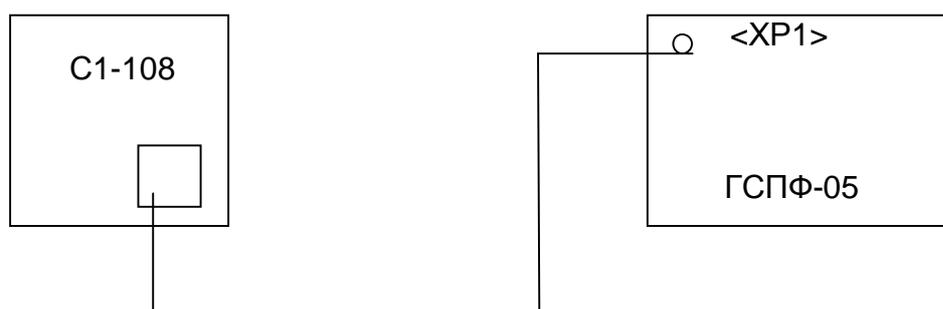

Рис. 7. 1
7.5.2.1 Собирается измерительная схема так, как показано на Рис. 7. 14.